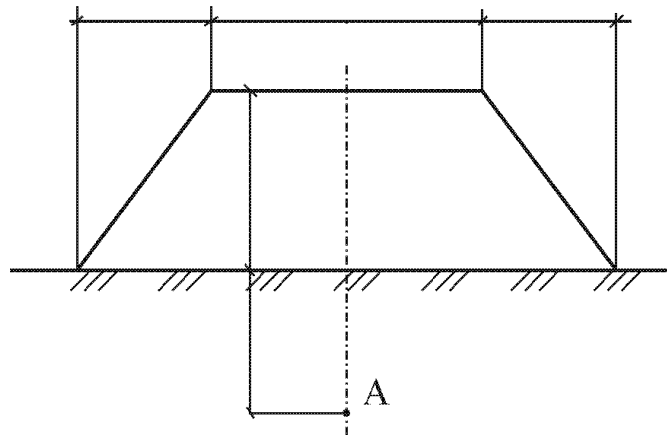

Рис. 4
4.4. Вычислить величину вертикальных нормальных напряжений σ_z по центру прямоугольного фундамента с размерами подошвы $a \times b$ в пределах глубины $H_c = 2b$ с шагом $\Delta z = 0,4b$. Расчетное давление по подошве фундамента p_0 . Определить уровень подземных вод (УПВ), если известно дополнительное напряжение p_w от гидростатического давления воды на кровлю слоя водонепроницаемого грунта, расположенного на глубине H от поверхности грунта. Найти высоту грунтовой насыпи H_n , имеющей размеры B и a , плотность ρ_n , если известно нормальное сжимающее напряжение σ отвеса насыпи в точке A на глубине z под центром насыпи (рис.4).